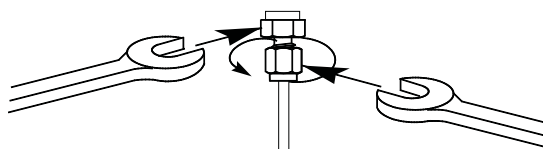

Рис. 11 Окончательное закручивание
- 8 Для фитингов Swagelok 1/8" используйте пару ключей 7/16", чтобы закрутить фитинг на 3/4 оборота (Рис. 11). Для фитингов Swagelok 1/4" используйте пару ключей 9/16", чтобы закрутить фитинг на 1-1/4 оборота (Рис. 11).